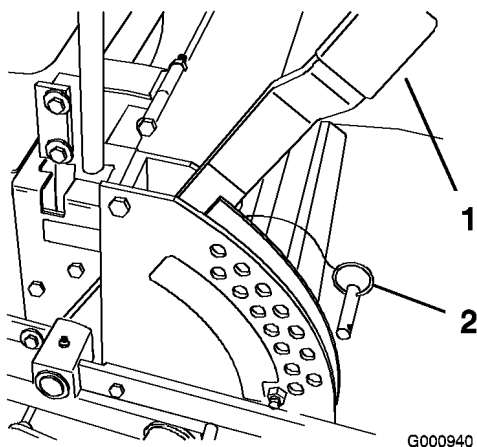

Figura 19
1. Levante la palanca de ajuste de la altura de corte a la posición de transporte (que es también la posición de altura de corte de 127 mm) (Figura 19).
2. Para ajustarla, retire el pasador del soporte de altura de corte (Figura 19).
3. Seleccione un taladro del soporte de altura de corte que corresponda a la altura de corte deseada, e inserte el pasador (Figura 19).